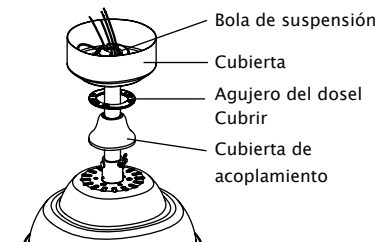

Fig. 9
Paso 5. Deslice la cubierta del acoplamiento, la cubierta del orificio del dosel y el dosel en la varilla descendente. Vuelva a instalar cuidadosamente la bola de la percha en la varilla descendente. Asegúrese de que el pasador cruzado está en la posición correcta y el tornillo de ajuste está apretado y los cables no están torcidos. (Fig. 9)